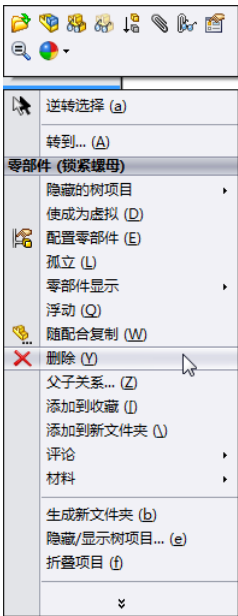
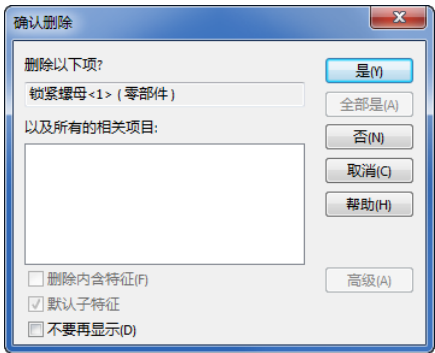

图 4-5 右键快捷菜单
图 4-6 “确认删除”对话框
- (1) 在图形区域或 FeatureManager 设计树中单击零部件。
- (2) 执行“编辑”→“删除”菜单命令，或按 Delete 键，或单击鼠标右键，选取图 4-5 所示的快捷菜单中“删除”命令，此时系统打开图 4-6 所示的“确认删除”对话框。
- (3) 单击对话框中“是”按钮确认删除，此零部件及其所有相关项目（配合、零部件阵列、爆炸步骤等）都会被删除。